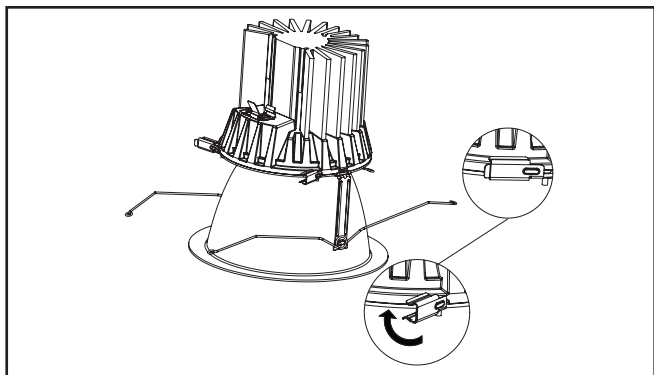

Figura 34
6. Rote los ganchos laterales (3) en el lugar para fijar firmemente la moldura al motor LED (Figura 34).